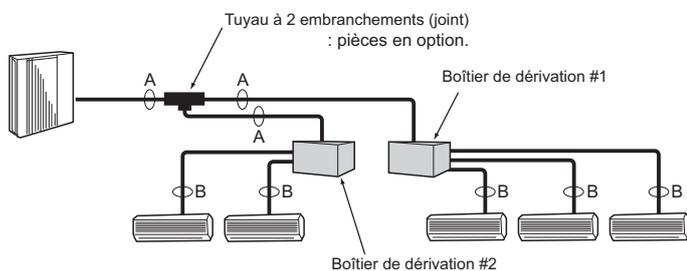

Fig. 5-3
5.4. Sélection de la taille du tuyau (Fig. 5-3)